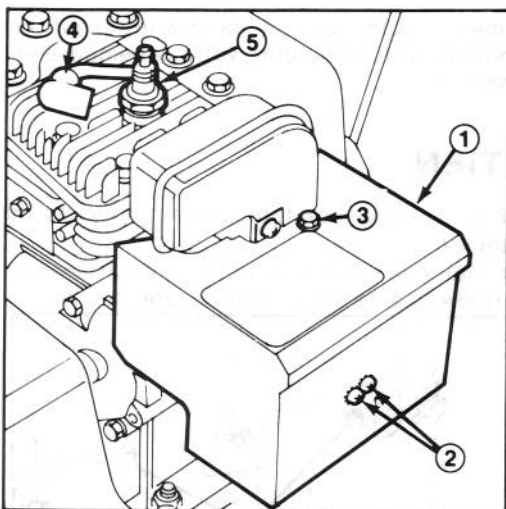

Figure 15
Remarque: Pour mettre le moteur en marche à 4° C (40° F) ou à des températures plus élevées, enlevez la boîte de chauffage du carburateur (Fig. 15). Il faut toutefois remettre la boîte de chauffage à des températures inférieures à 4° C (40° F). Pour enlever la boîte de chauffage du carburateur, procédez comme suit:
1. Poussez le fil de haute tension sur la bougie d'allumage (Fig. 15).
Pour éviter la mise en marche accidentelle du moteur pendant les travaux d'entretien, mettez la clé d'allumage en position d'arrêt et retirez-la du contact. Enlevez ensuite le fil de haute tension de la bougie (Fig. 15) et assurez-vous que le fil ne puisse accidentellement toucher la bougie.
1. Enlevez la câble à haute tension de la bougie et assurez-vous que le câble ne touche pas accidentellement la bougie (Fig. 15).